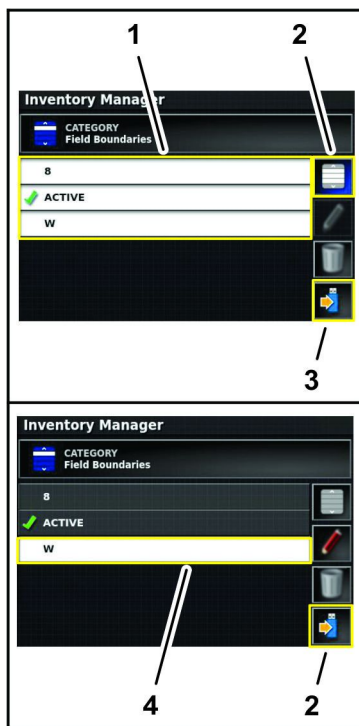

Figura 100
- Pulse el icono Seleccionar todo para seleccionar toda la información de la categoría (Figura 100).
- Pulse uno o varios iconos individuales de información de la categoría (Figura 100).
8. Pulse el icono Guardar elementos seleccionados (Figura 100).